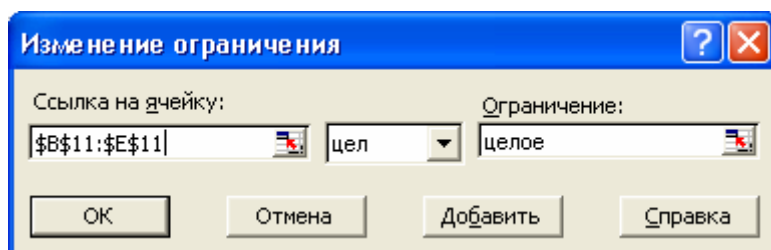

Рис. 10. Добавление условия целочисленности
- **Выберите цел (int) в качестве операции сравнения** (рис.10.).